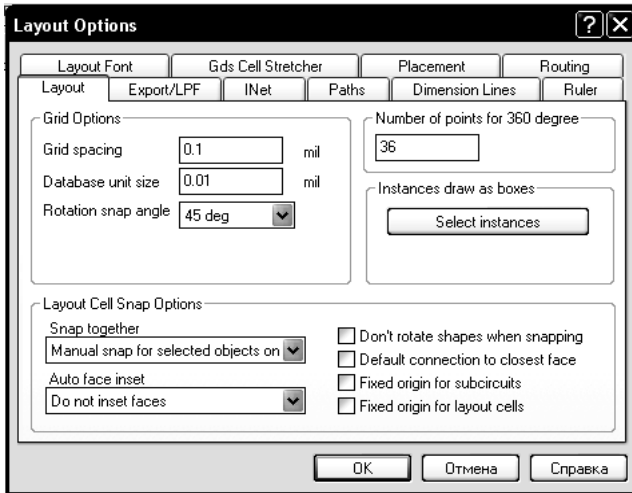

Рис. 4.2
2. В открывшемся окне опций топологии на вкладке **Layout** (рис. 4.2) в поле **Grid spacing** (Интервал сетки) введите **0.1 mil**, в поле **Database unit size** (Размер базовой единицы измерения) введите **0.01 mil**. Нажмите **OK**.